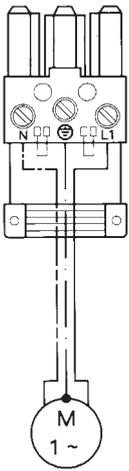

Abb. 9
1. Anschluss von Pumpe und Steckverbinder nach Abb. 9 vornehmen.